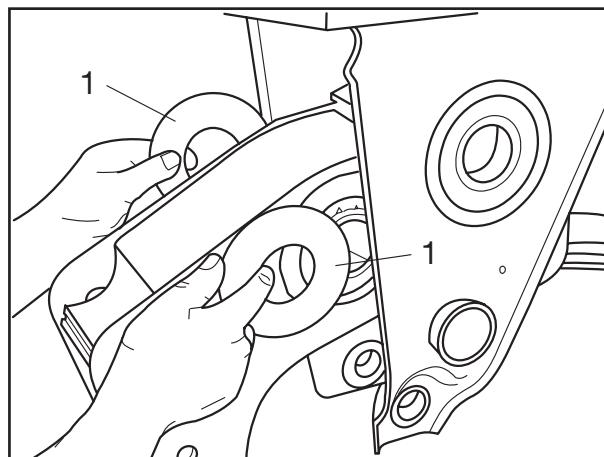

Рис. 8
- [13] Смазать кольца (рис. 8/1) с обеих сторон консистентной смазкой и установить их на балансире.